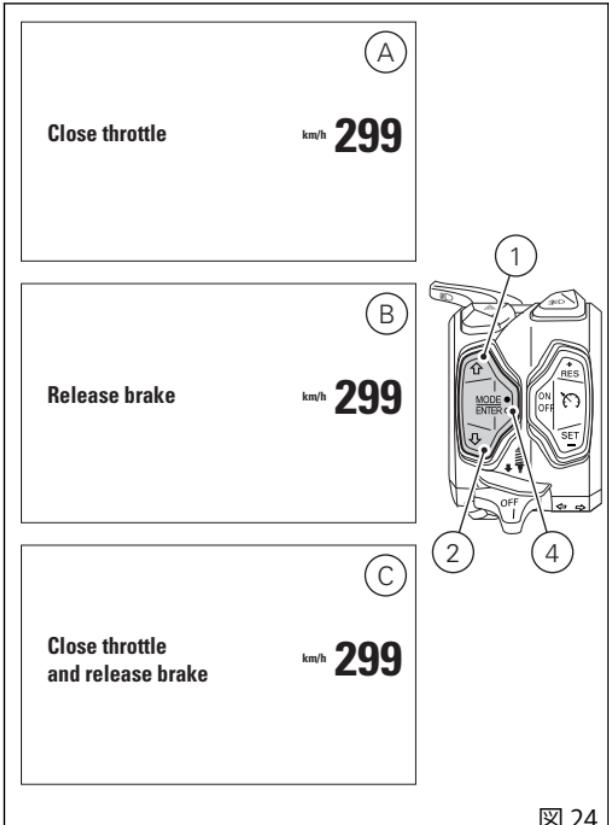

図 24
- スロットルグリップが開いている場合、インストルメントパネルは "CLOSE THROTTLE" (スロットルを閉じてください)(A、図24)と表示します。スロットルグリップが閉じられた場合にのみ、選択したライディングモードを承認し、スタンダードスクリーンに戻ります。
- スロットルグリップが閉じているもののブレーキがかかっている場合、"RELEASE BRAKES" (ブレーキを放してください)(B、図24)と表示します。ブレーキが放された場合にのみ、選択したライディングモードを承認し、スタンダードスクリーンに戻ります。
- スロットルグリップが開いている、あるいはブレーキがかかっている状態で車両が動いている場合、インストルメントパネルは "CLOSE THROTTLE AND RELEASE BRAKES" (スロットルを閉じてブレーキを放してください)(C、図24)と表示します。すべての条件が確認された場合にのみ(ガスグリップが閉じており、ブレーキがかかっていないか車両が停止している)、インストルメントパネルは選択したライディングモードを承認し、"スタンダードスクリーン" に戻ります。